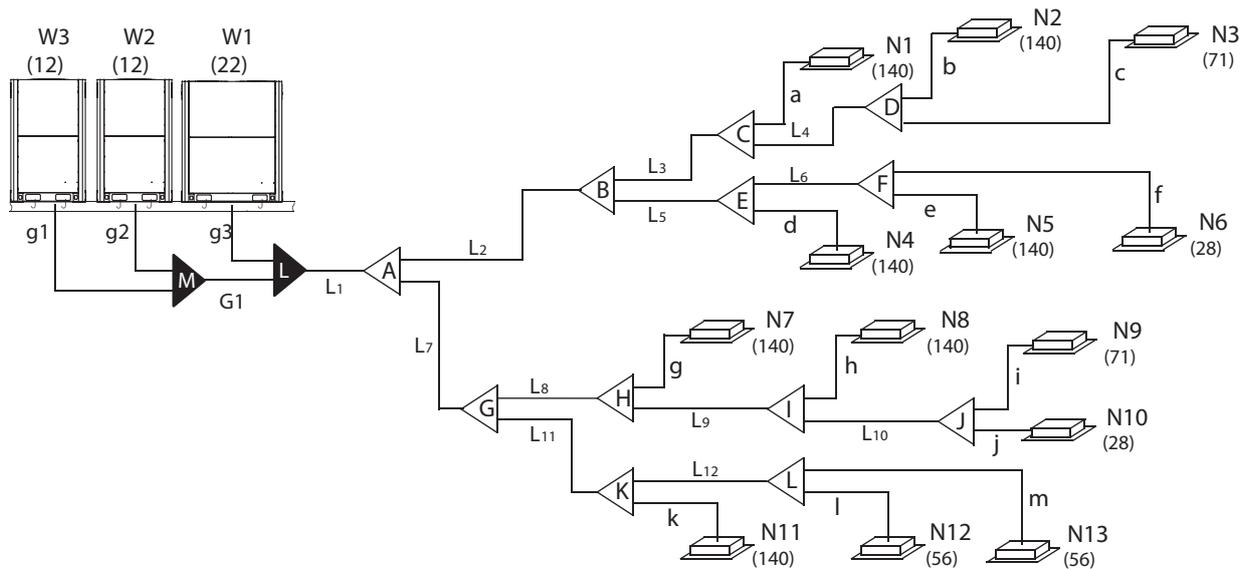

Рис. 5-4
2. При условии, что эквивалентная длина всех трубопроводов в этой системе превышает 90 м. (Рис. 5-4)